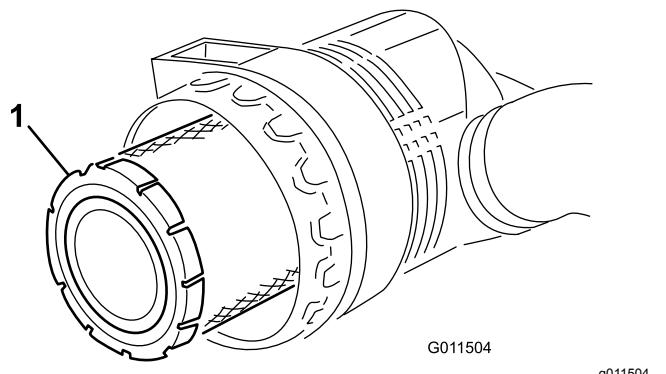
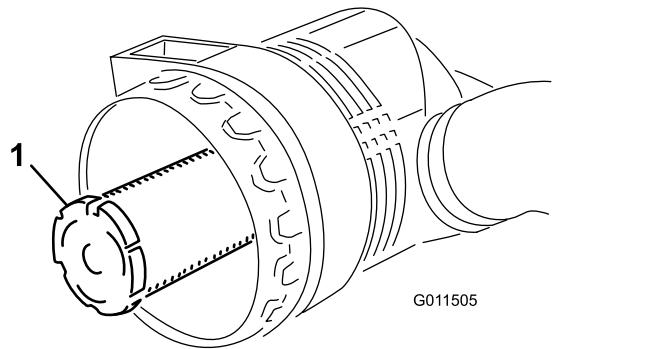

Bild 72
Bild 73
- Entfernen Sie den Hauptfilter (Bild 72). Das Reinigen eines verwendeten Elements wird nicht empfohlen, da das Filtermedium beschädigt sein könnte. Prüfen Sie den neuen Filter auf Versandschäden, prüfen Sie das Dichtungsende des Filters und des Gehäuses. Verwenden Sie nie ein beschädigtes Element. Entfernen Sie **nicht** den Sicherheitsfilter (Bild 73).
Wichtig: Versuchen Sie nie, den Sicherheitsfilter zu reinigen (**Bild 73**). Tauschen Sie den Sicherheitsfilter bei jeder dritten Wartung des Hauptfilters aus.
4. Wechseln Sie den Hauptfilter aus (**Bild 72**).